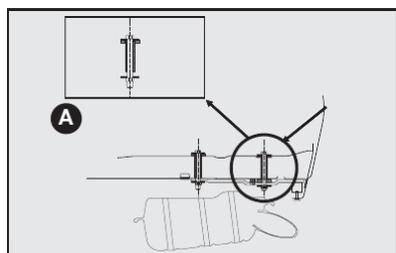

fig. 12
- Efetuar no veículo a furação com Ø (diâmetro) 11 mm traspassando o assoalho posterior (ver detalhe **A-fig. 12**) e a longarina nas marcas esquemáticas indicadas na figura correspondente ao modelo do seu veículo **fig. 13**.